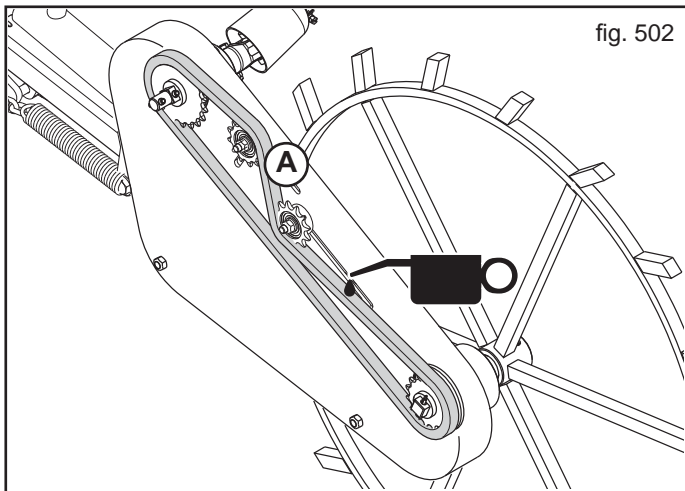
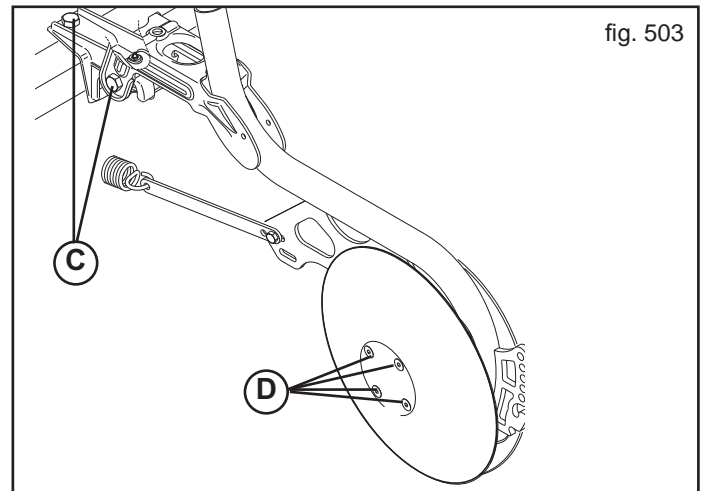

fig. 502
fig. 503
A MACCHINA NUOVA	<ul style="list-style-type: none"> - Lubrificare con olio minerale (SAE 80W/90) tutte le catene di trasmissione (Fig. 502). - Ingrassare tutti i punti contrassegnati dalla decalcomania n° 14 ("GRASE") a pag. 9 di questo manuale. - Dopo le prime ore di funzionamento, occorre verificare il serraggio di tutte le viti e bulloni. - Verificare il serraggio dei bulloni assolcatori (C-D, Fig. 503).
A INIZIO STAGIONE DI SEMINA	<ul style="list-style-type: none"> - Lubrificare con olio minerale (SAE 80W/90) tutte le catene di trasmissione (Fig. 502). - Ogni stagione, effettuare il cambio completo dell'olio del cambio con il tipo SAE 10W (2 Kg): tappo scarico olio, 2 Fig. 504; tappo carico olio, 3 Fig. 504. - Controllare che la trasmissione ruoti liberamente senza interferenze. - Azionare la seminatrice a vuoto, il flusso dell'aria libera le condutture dalla presenza di condensa e rimuove eventuali impurità (Fig. 505).
OGNI 20/30 ORE DI LAVORO	<ul style="list-style-type: none"> - Verificare il serraggio dei bulloni assolcatori (C-D, Fig. 503). - Pulire e lubrificare le catene di trasmissione (Fig. 502), ingranaggi e tendicatena. - Verificare la tensione delle catene di trasmissione (A, Fig. 502).
OGNI 50 ORE DI LAVORO	<ul style="list-style-type: none"> - Effettuare una completa ed accurata pulizia del corpo dosatore (vedi capitolo 3.4). - Effettuare una completa ed accurata pulizia della testa di distribuzione (Fig. 506): <ul style="list-style-type: none"> • Allentare e togliere i dadi ad alette (G); • Togliere il coperchio del distributore (H); • Pulire con una spazzola le parti in metallo e con un panno le parti di plastica; • Rimontare il coperchio e fissarlo con i dadi ad alette. - Controllare il corretto allineamento delle ruote dentate ed il tensionamento delle catene di trasmissione per evitare una rapida usura o la rottura degli organi di trasmissione. - Lubrificare con olio minerale (SAE 80W/90) tutte le catene di trasmissione (Fig. 502).